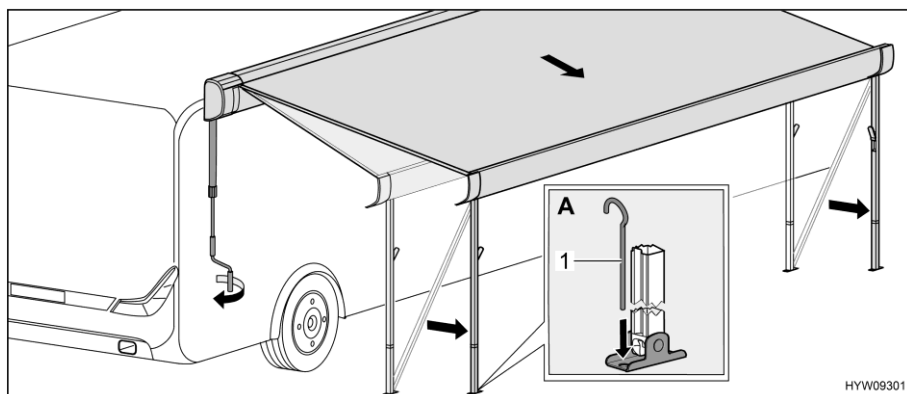

Fig. 30 Collocazione della tenda nella posizione finale
- Servendosi di puntelli (Fig. 30,1), fissare a terra i montanti di supporto (Fig. 30,A).